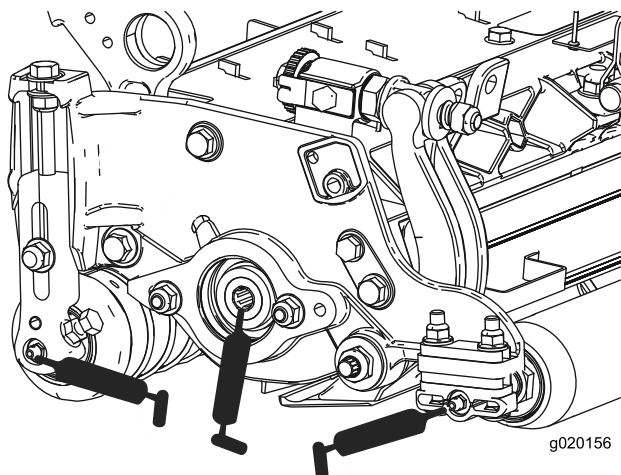

Figure 24
Les points de graissage sont : le rouleau avant (2) et le rouleau arrière (2). En outre, appliquer de la graisse dans l'insert cannelé toutes les 250 heures ou chaque fois que le moteur du cylindre est déposé (Figure 24).